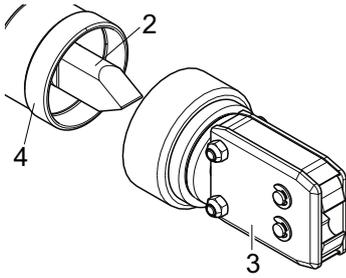
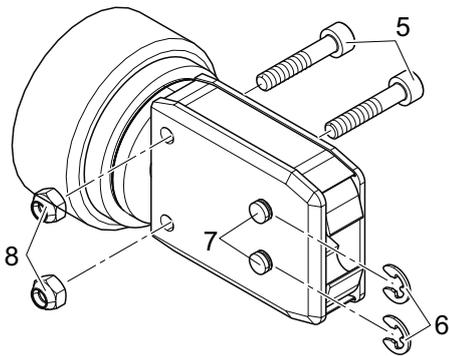
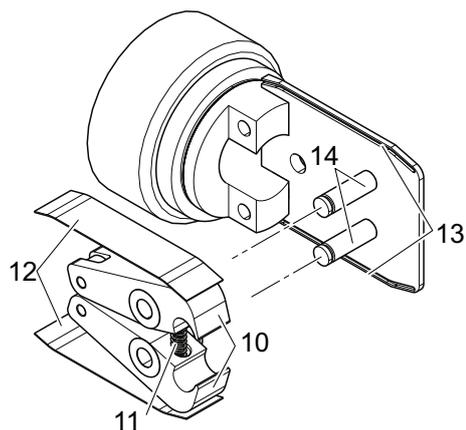

Fig. 26: Desconectar el cabezal de la tenaza
Fig. 27: Desmontaje del cabezal de la tenaza
Fig. 29: Montaje de las mordazas de las tenazas
3. Desconecte el cabezal (Fig. 26/3) de las tenazas de contracción (Fig. 26/4).
El émbolo (Fig. 26/2) se queda en la tenaza de contracción (Fig. 26/4).
4. Retire los dos cierres, fig. (Fig. 27/6), del cabezal de la tenaza (Fig. 26/3).
¡No empuje el pasador hacia atrás (Fig. 27/7)!
5. Desenrosque dos tuercas hexagonales (Fig. 27/8) de los tornillos hexagonales (Fig. 27/5).
7. Retire el muelle de compresión (Fig. 29/11), la placa de cubierta (Fig. 29/12) y las mordazas (Fig. 29/10).
8. Engrase y monte las mordazas de recambio (Fig. 29/10) y el muelle de compresión (Fig. 29/11) del kit de recambio de mordazas y el pasador (Fig. 29/14) con lubricante especial RENOLIT LX 2.
9. Vuelva a montar las partes en orden inverso, utilizando nuevas arandelas de seguridad (Fig. 27/6).
10. Compruebe que las mordazas de las tenazas se mueven correctamente (Fig. 29/10).
11. Enrosque el cabezal de la tenaza y, sujetando el adaptador, apriete la tuerca de unión. El émbolo (Fig. 26/2) debe quedar entre las dos mordazas (Fig. 29/10).